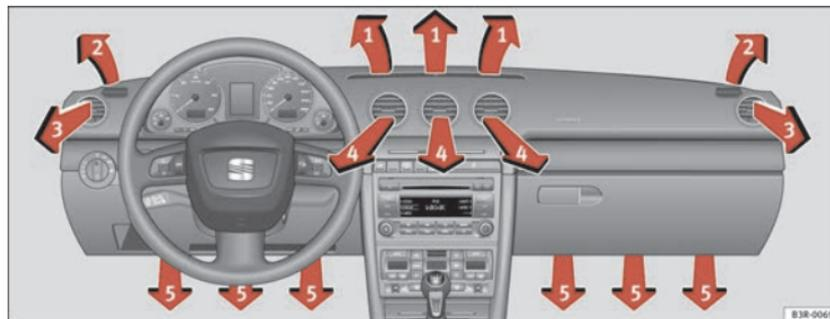

Fig. 132 Tablero de instrumentos: Disposición de los difusores de aire
Los difusores de aire ⇒ fig. 132 ③ y ④ pueden manejarse de la siguiente manera.
Las tres teclas tienen el siguiente significado. Los números hacen referencia a los difusores de aire ⇒ página 169, fig. 132.
Tras desconectar el encendido, el motor del ventilador funciona con la energía que le proporciona el techo solar. Para conseguir una ventilación óptima deben estar abiertos los difusores 3 y 4 ⇒ página 169, fig. 132.